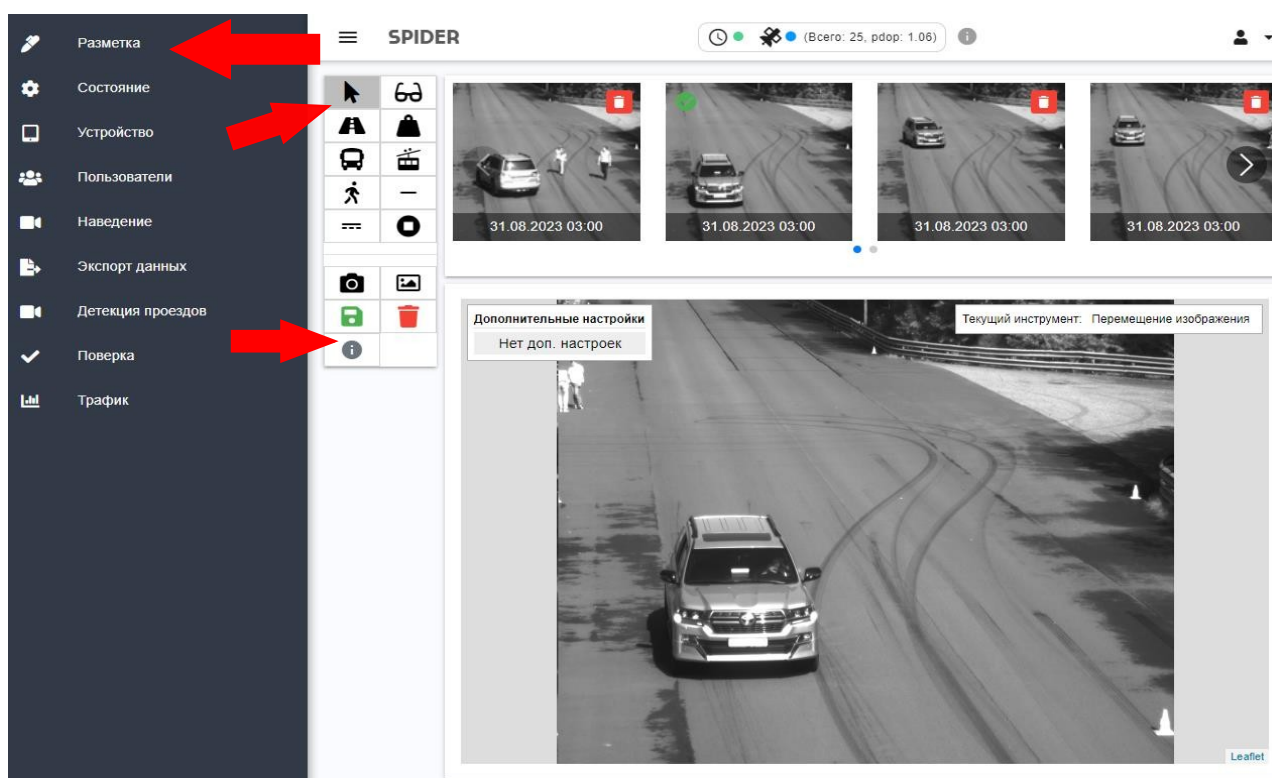

Рисунок 8 – Разметка зоны контроля
6.6.1. Перейти в раздел «Разметка», предназначенный для настройки зоны, в которой БИ будет осуществлять контроль движения ТС (см. рисунок 8).